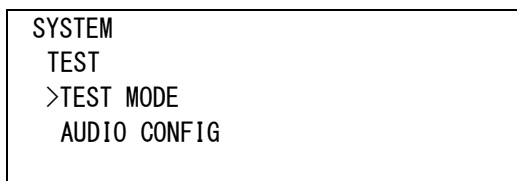

図4-84 テストメニュー(TEST例)
- 1) SYSTEM メニューで「TEST[TEST]」を選択し、**ENTER** ボタンを押すと図 4-84 のような設定メニューが表示されます。
(57) TEST MODE